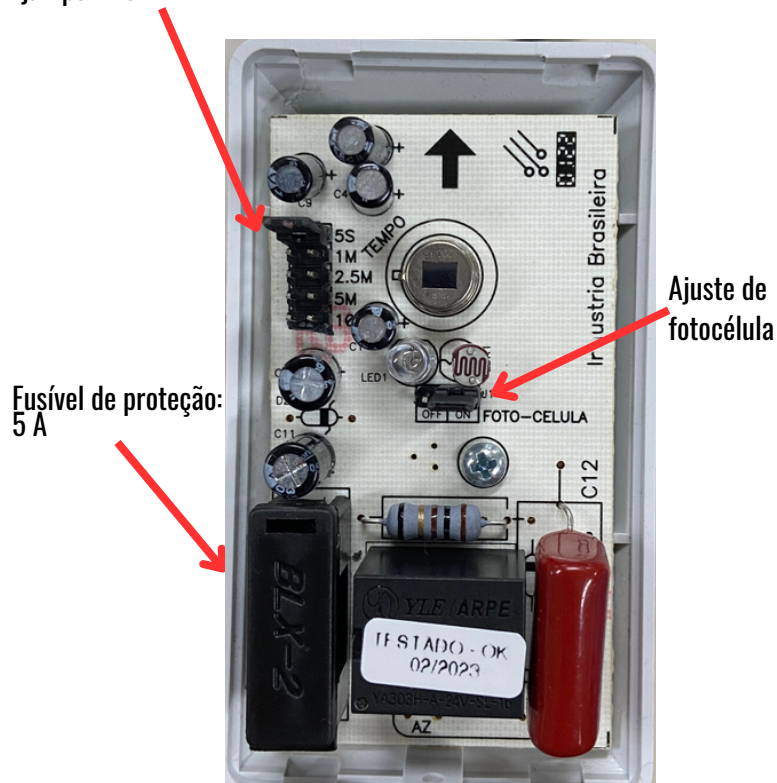

Figura 4
4. Abra o sensor retirando a tampa que cobre a lente, mantenha o jumper do tempo no mínimo (figura 4) e a fotocélula desligada (figura 3);
7. Ajuste o tempo conforme a figura 4;